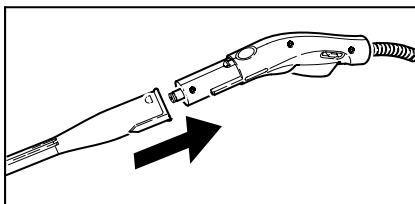

Figura 3
- Cuplați accesoriile necesare (D1, E1) cu pistolul pentru abur (C1). Pentru aceasta introduceți capătul deschis al accesoriului pe pistolul de abur și împingeți-l pe pistol până când butonul de deblocare (C2) al pistolului de abur se fixează (vezi figura 3).